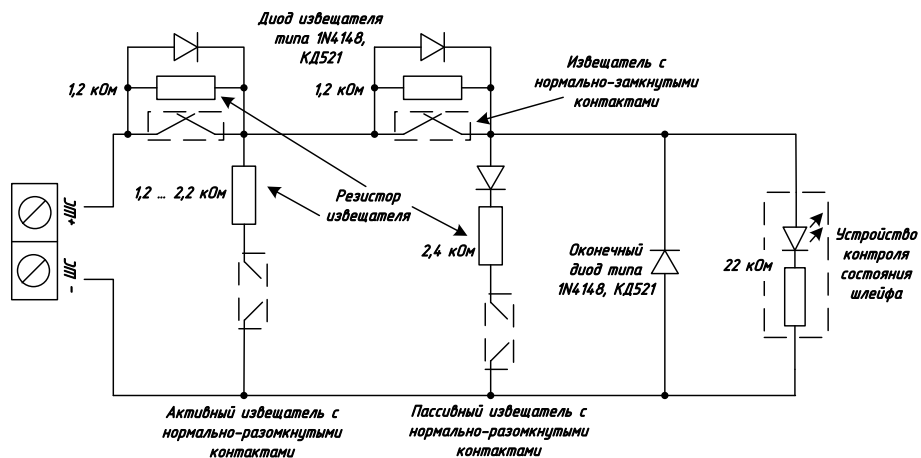

Рис.1
1. К неиспользуемым шлейфам пожарной сигнализации должны быть подключены диоды 1N4148 (КД521, КД522, полярность подключения диода см. рис.1).